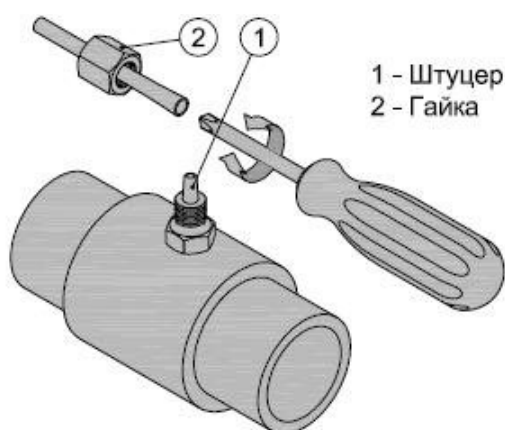

Рис.11 Развальцовка трубки PTFE
Для соединения трубок PTFE с ниппелями или клапанами впрыска системы «Кристалл» используется типовое сочетание штуцера и накидной гайки. Штуцер – это конусообразный выступ с торца подключаемого элемента (ниппеля или клапана впрыска, см. рис.11 поз.1).
- Скрутить накидную гайку со штуцера и надеть её на трубку PTFE, как это показано на рис.11;